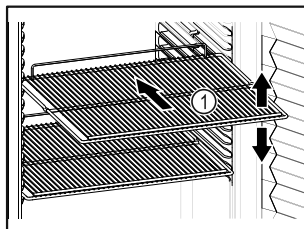

Fig. 61 Példaként szolgáló ábrázolás
- Ha a tárolófelületek Fig. 61 (1) áthelyezhetőek, akkor igazítsa be őket a kívánt magasságnak megfelelően.